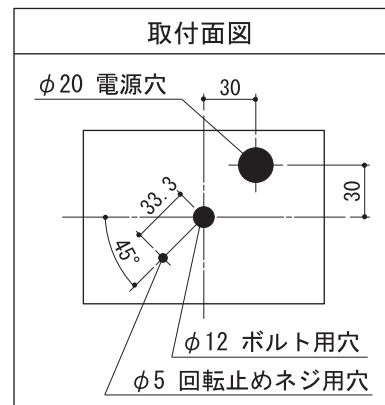

図 1
- 1 電源電線を電源穴に通し、コネクターAに接続してください。（2ページ・図1参照）